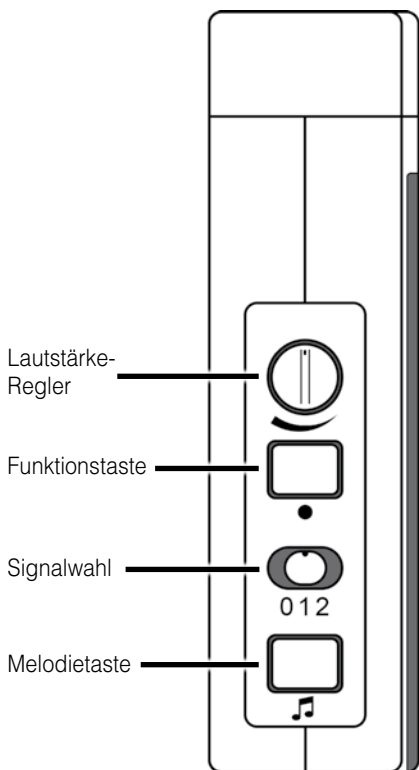

Abbildung 2: Bedienelemente Geräteseite
Mit Hilfe des Signalwahl-Schiebeschalters (in Abb.2 „0 1 2“) können Sie die Art der Signalisierung wählen.
Mit dem drehbaren Lautstärkeregler (Abb. 2) können Sie die Lautstärke der Tonsignalisierung einstellen.
- a) Halten Sie die Funktionstaste »●◀« (Abb. 2) lange gedrückt. Die Symbole leuchten nacheinander auf. Lassen Sie die Taste los, sobald das gewünschte Symbol aufleuchtet.